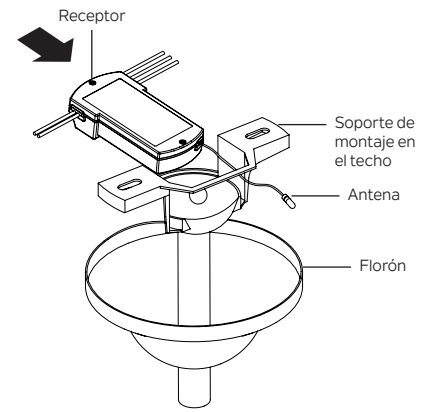

Figura 1
Paso 1. Inserte el receptor en el soporte de montaje del techo con el lado plano del receptor orientado hacia el techo. (Figura 1) Para lograr un mejor rendimiento, asegúrese de que el cable negro de la antena (en el extremo del receptor), permanezca extendido y no se enrede con ninguno de los cables eléctricos.